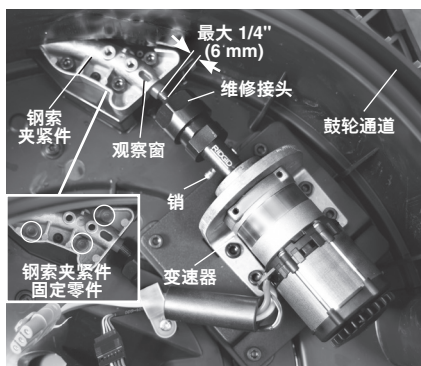

图 19 - K9-102B 管道疏通机壳体打开
14. 按照“钢索组件更换”一节的信息打开机器。检查是否有润滑剂泄漏到钢索夹/钢索头区域，如有，请擦拭（图 19）。
9. 按照与装配时相反的流程，牢固地拧紧所有紧固件。确保护套一直延伸到钢索夹紧件观察窗的末端（见图 19）。
11. 在未安装附件时，钢索末端应远离自己或他人身体。让机器在反向模式运行 5 秒，使钢索裸露长度达到最大值。将开关置于关 (O) 位置，拔下机器电源插头并取出电池。如果无钢索裸露，请切割鞘管，露出 1"-2" (25 - 50mm) 的钢索。握住鞘管并扯出钢索，使之没有松弛部分，最大限度地露出钢索。从钢索头向后切割鞘管，露出 7³/₄" (197 mm) 的钢索。